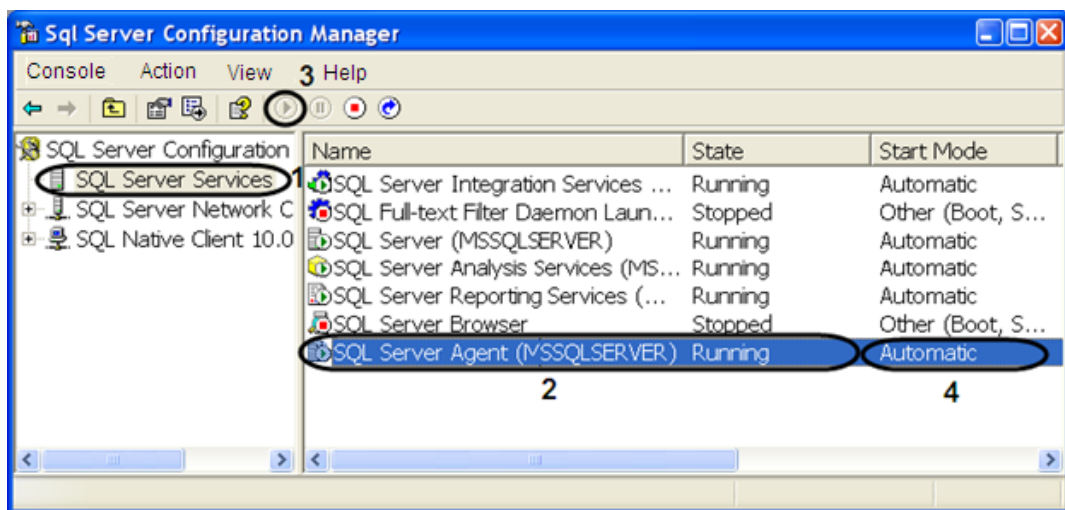

Fig. 9.3—1 Running the "Sql Server Agent"
- 4.1. In case when the (MSSQLSERVER)» is run there will be «Running» value in the column «State» (Fig. 9.3—1, 2).
- 4.2. In case when the «Sql Server Agent (MSSQLSERVER)» is not run, run it by clicking the «Play» button on the upper control panel (Fig. 9.3—1, 3).